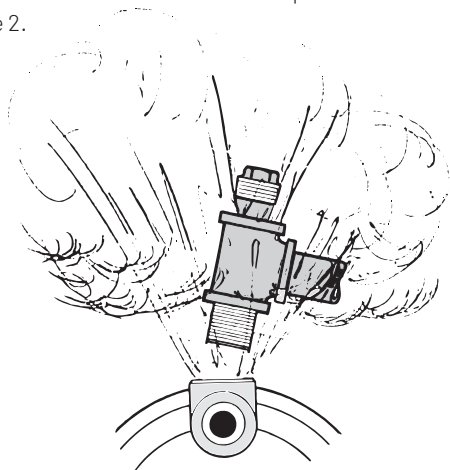

FIGURE 2 – Ne pas faire fonctionner la pompe si la sortie est fermée
- ◆ En cas d'utilisation d'un boyau d'arrosage comme conduite de refoulement, ne pas faire fonctionner la pompe lorsque la sortie du boyau ou l'embout est fermé. Le boyau ou la buse risquent d'éclater sous l'effet d'une pression excessive. Voir Figure 2.